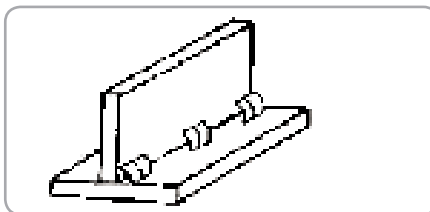

Fig.20
- îmbinări cu cusături întrerupte (fig.20):